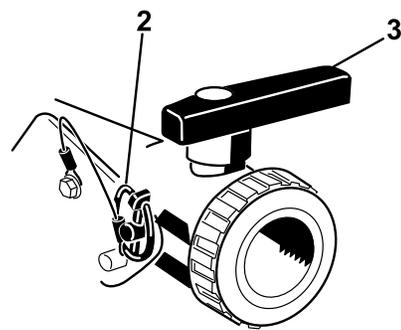

Figura 23
Aprite la valvola per spurgare il materiale rimasto nel serbatoio, e smaltitelo nel rispetto del regolamento locale e secondo le istruzioni del produttore del materiale (Figura 23). Terminata l'operazione di spurgo, togliete l'acciarino sulla staffa che assicura la valvola di spurgo alla macchina e lasciate cadere la valvola sul terreno. In tal modo si scaricherà tutto il materiale rimasto nel tubo.
3. Una volta spurgato completamente il serbatoio, installate la valvola sul telaio con l'acciarino precedentemente rimosso e chiudere la valvola di spurgo (Figura 23).